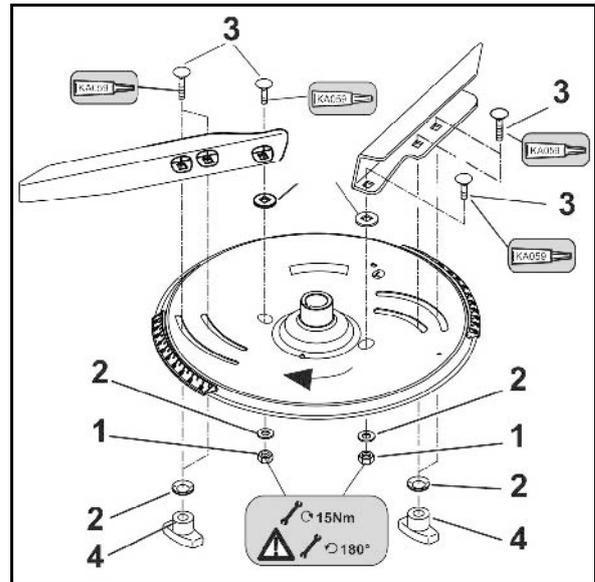

Fig. 75
La distancia obligatoria entre los tornillos de tope (Fig. 75/1) y la carcasa de la báscula es de 2 mm.
1. Aflojar la contratuerca (Fig. 75/2)